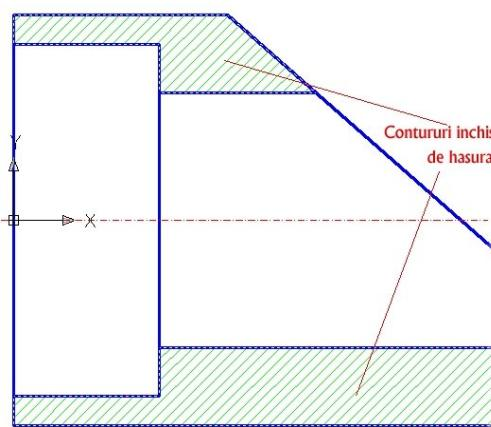

Figura 2.4.13
- contururile închise de hașurat selectate prin opțiunea **Add: Pick points** urmată de câte un click stânga mouse în interiorul fiecărui contur (figura 2.4.13);